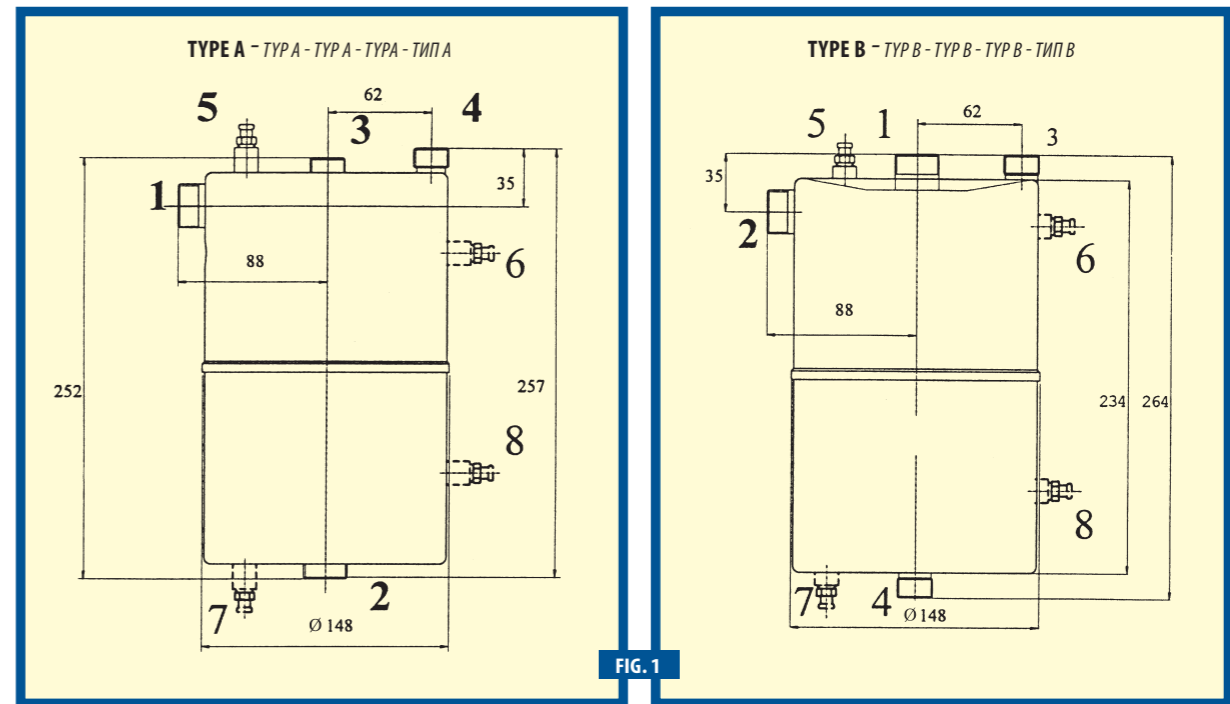
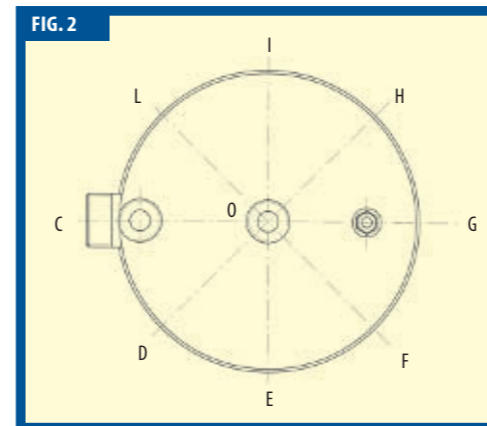

FIG. 1
FIG. 2: POSITION OF SECONDARY FITTINGS (3, 4) AND ANY AIR BLEEDS (5, 6, 7, 8) WITH RESPECT TO PRIMARY OUTLET (2) LOCATED IN C.
* Example: **K 30B X E G 6D**: 30.000 kcal/h heat exchanger, type B, G 3/4 primary connections and G 1/2 secondary connections, secondary fitting position (E and G in Fig. 2), bleed position (6 in Fig. 1 and D in Fig. 2).
Przykład: **K 30B X E G 6D**: Wymiennik ciepła 30 000 kcal/godz., typ B, pierwotna armatura G ¾ i wtórna armatura G ½, położenie wtórnej armatury (E i G na rys. 2), położenie do wypuszczenia (6 na rys. 1 i D na rys. 2).
Пример: **K 30B X E G 6D**: Теплообменник 30 000 kcal/час, тип B, первичная арматура G ¾ и вторичная арматура G ½, положение вторичной арматуры (E и G на рис. 2), положение выпуска (6 на рис. 1 и D на рис. 2).
Identification letter Identifikační písmeno Identifikačné písmeno Litera w oznaczeniu Идентификационная буква	Position of fittings (see Fig. 1) Polohy armatur (viz obr. 1) Polohy armatur (pozri obr. 1) Położenia armatur (patrz rys. 1) Положения арматур (см рис. 1)